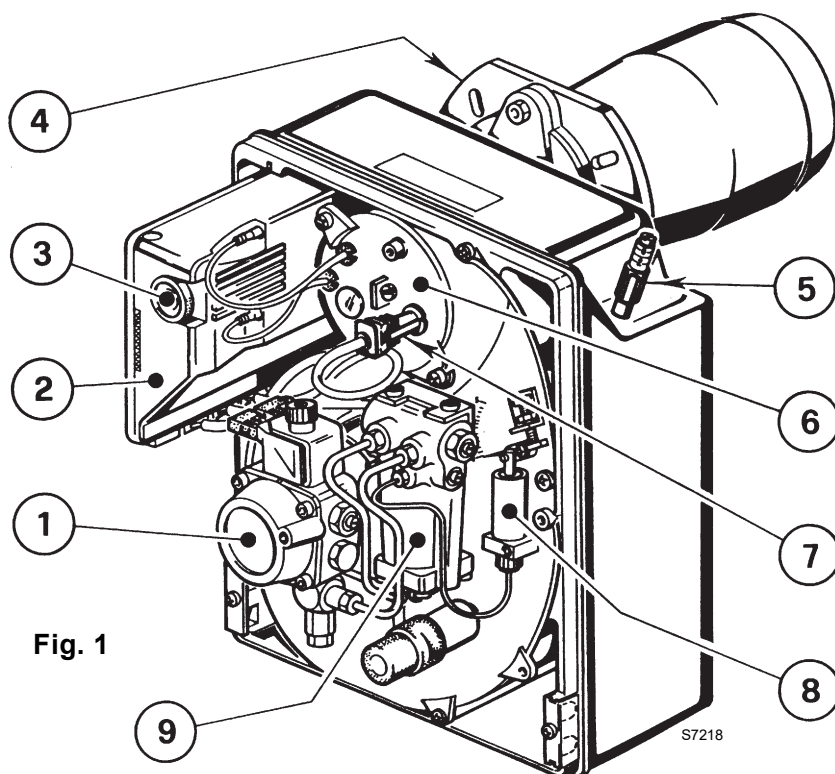

Fig. 1
- Effettuare la pulizia del sensore fiamma (7, Fig. 1, pag. 1).
Un'anomalia, nel funzionamento nella maggior parte dei casi, porta alla accensione della segnalazione all'interno del pulsante di sblocco del controllo fiamma (3, Fig. 1, pag. 1).